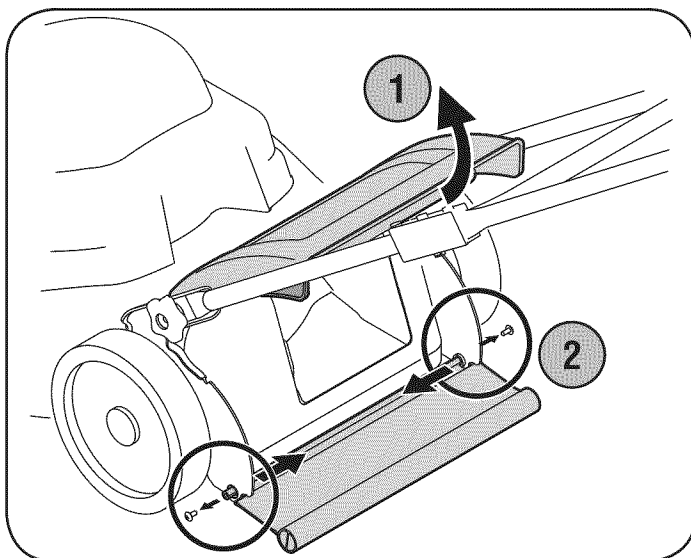

Figura 14
2. Presione el escudo en ambos lados para sacarlo del orificio. Vea la Figura 14.